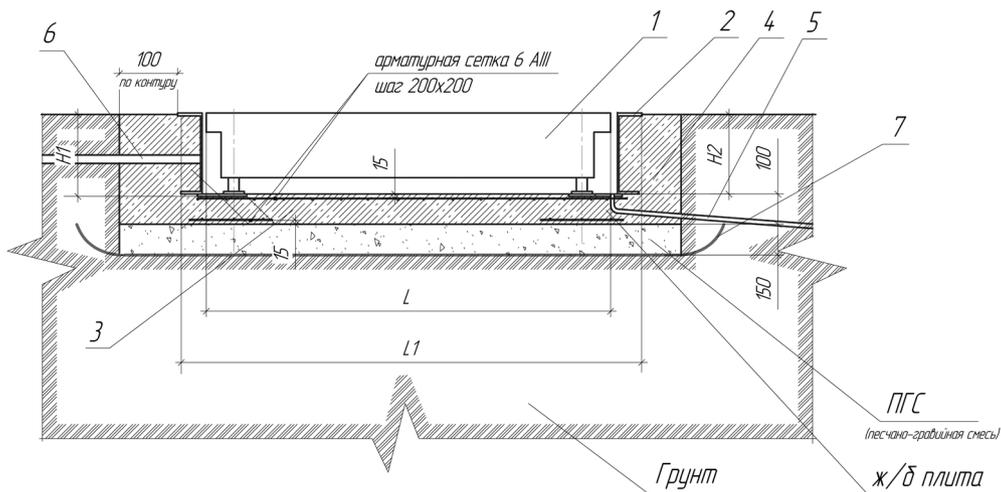

Рис. 4 Схема приямка
2.2.3.1 Схема приямка для установки весов ВСП4-В представлена на Рис. 4
2.2.3.5 После отвердения Ж/Б основания 3 установить раму 2 в приямок в соответствии с Рис. 4, а пространство между рамой 2 и стенками котлована заполнить бетоном. После отвердения бетонной рубашки 4 приступить к дальнейшей сборке весов.
2.2.3.8 Ввернуть опоры 2 в резьбовые отверстия датчиков врезной платформы 1 таким образом, чтобы высота платформы 1, установленной на плоской поверхности, была бы равна глубине рамы 3 (размер Н2 на Рис.4). Установить на врезной платформе 1 рым-болты 5. Врезную платформу 1 необходимо расположить в раме 3 таким образом, чтобы сторона платформы 1, у которой находится вывод соединительного шнура 7, соответствовала стороне рамы 3, на которой находится отверстие 6 для вывода соединительного шнура 7.